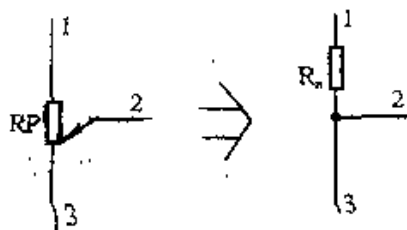

图 2-29
③ 当动臂 2 向下移动时, R_a 增大而 R_b 减小。当动臂 2 移至最下端时, $R_b = 0$, 2 端与 3 端直通; $R_a = RP$, 1、2 端间阻值达到最大, 见图 2-29。